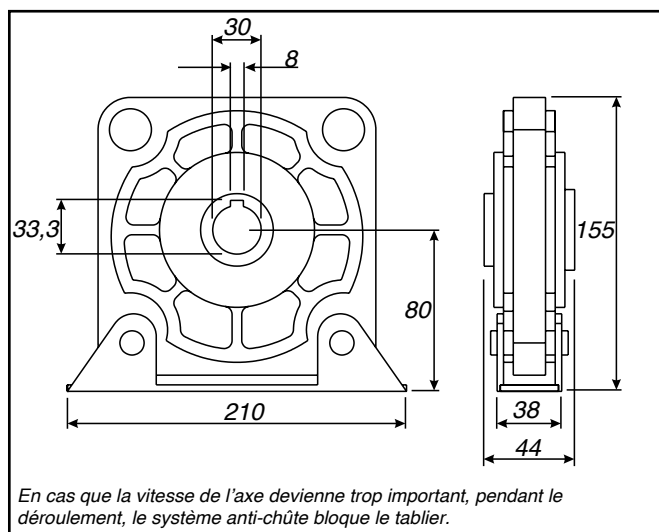

Fig. 16 : Système anti-chûte
- **Le système anti-chûte:** voir figure 16